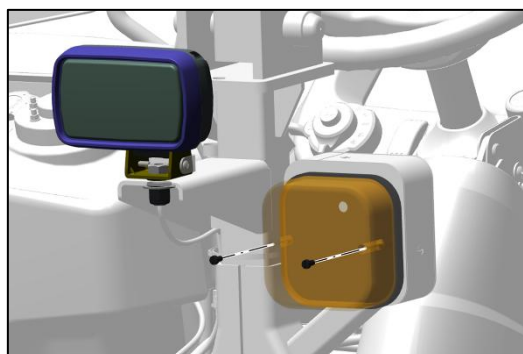

Abb. 214 – WECHSELN DER GLÜHLAMPE DES HINTEREN BLINKERS
Blinker, Positionsleuchten und Bremslicht hinten – Wechseln der Glühlampen (Abb. 214)
1. Entfernen Sie die zwei Schrauben, mit denen die Linse befestigt ist (Abb. 214).